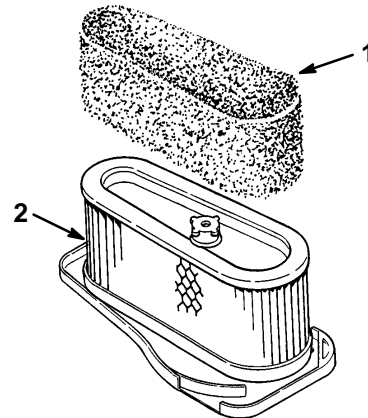

Figure 26
4. Faire glisser délicatement l'élément en mousse pour le retirer de l'élément en papier (Fig. 26).
1. Glisser délicatement l'élément de filtre en mousse sur l'élément en papier (Fig. 26).